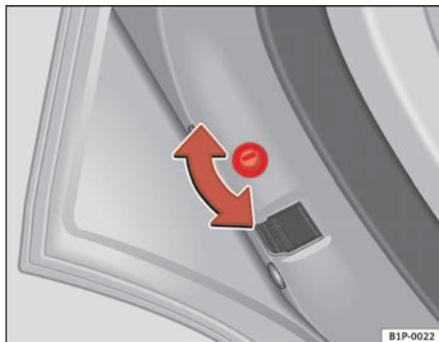
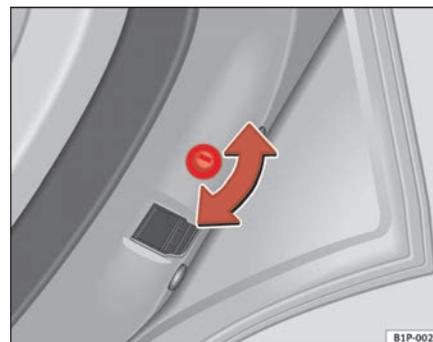

Fig. 60 Tranca de segurança para crianças na porta da esquerda
Fig. 61 Tranca de segurança para crianças na porta da direita
- Com a porta aberta, rode a ranhura com a chave do veículo no sentido horário nas portas esquerdas e no sentido anti-horário nas portas direitas ⇒ fig. 60, ⇒ fig. 61.
- Com a porta aberta, rode a ranhura com a chave do veículo no sentido horário nas portas direitas e no sentido anti-horário nas portas esquerdas ⇒ página 103, fig. 60, ⇒ página 103, fig. 61.